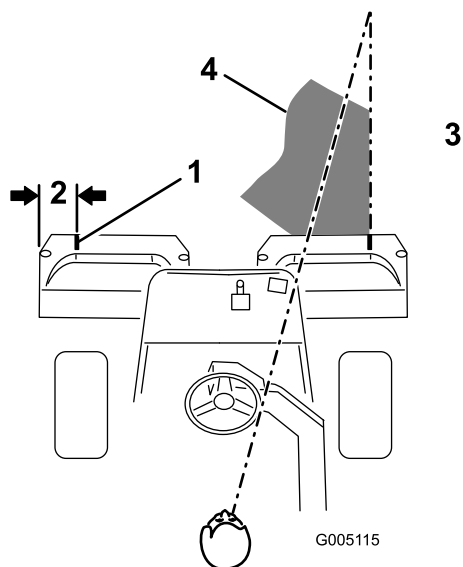
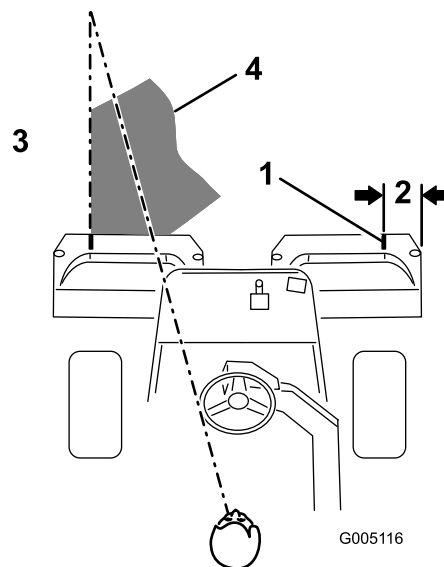

Figure 42
Figure 43
2. Placez une bande de papier blanc ou un trait de peinture sur chaque bac parallèlement à son bord extérieur (Figure 42).
3. Minimisez le chevauchement de la passe précédente lors de la passe de retour. Pour vous aider à conserver une ligne droite en travers du green et à maintenir la machine à égale distance du bord de la passe précédente, établissez une ligne de vision imaginaire à environ 1,8 à 3 m en avant de la machine jusqu'au bord de la partie non coupée du green (Figure 42 et Figure 43). Certaines personnes trouvent utile de faire passer la ligne de vision par le bord extérieur du volant, c.-à-d. de maintenir le bord du volant aligné avec un point se trouvant toujours à la même distance par rapport à l'avant de la machine (Figure 42 et Figure 43).